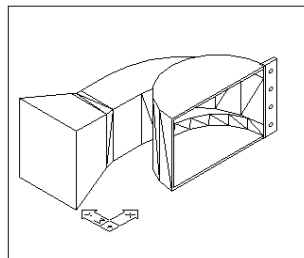

图 18-32
(4) 阵列处理。执行 `Modify`→`3D Operation`→`3D Array` 命令，将上述圆柱实体进行阵列处理，结果如图 18-32 所示。